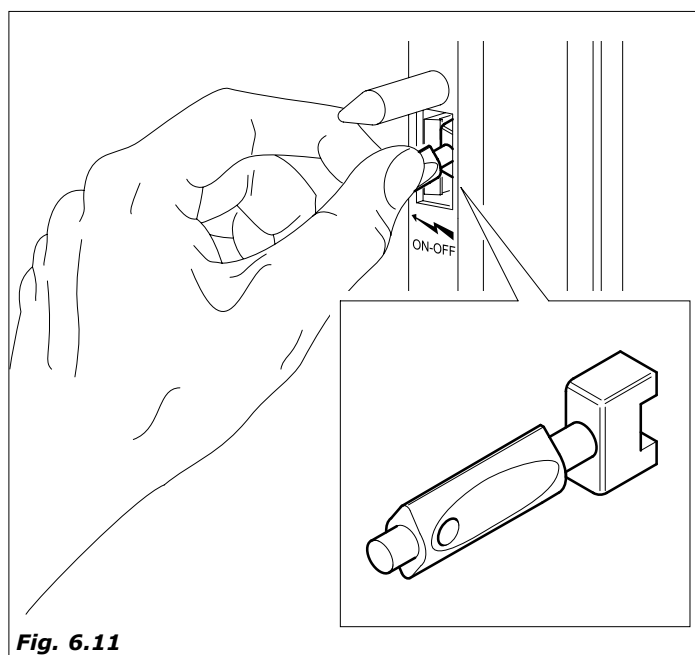

Fig. 6.11
- Para los casos en que es necesario trabajar con la puerta abierta y la máquina conectada, es posible, para el técnico instalador, trabajar de esta forma, introduciendo y girando 90° la llave especial de plástico (Clixon) en el interruptor de puerta del distribuidor automático (Fig.6.11).